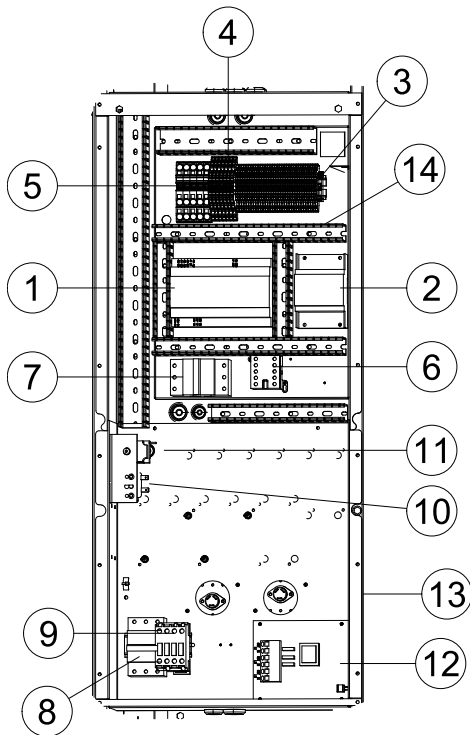

Рис. 4 Электрические компоненты
Модуль коммутации с разъемом человеко-машинного интерфейса и 2 разъемами TCP/IP устанавливается в блоках рекуперации тепла. Подключение выполняется через разъем панели на установке кондиционирования воздуха (см. рисунок 4).
Торvex SR/TR оборудованы встроенными регуляторами и внутренними подключениями (рисунок 4).
- Проверьте, исправны ли плавкие предохранители (рисунок 4)